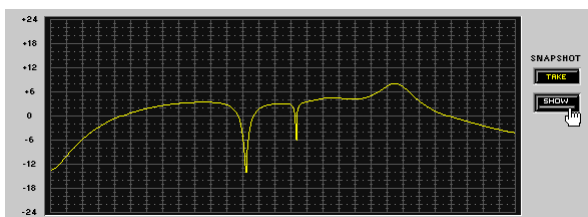

ABBILDUNG 5-4: Ausblenden der Momentaufnahme
4. Erneut auf die Schaltfläche [SHOW] klicken, um die Momentaufnahme aus- und einzublenden (siehe Abb. 5-4 rechts).